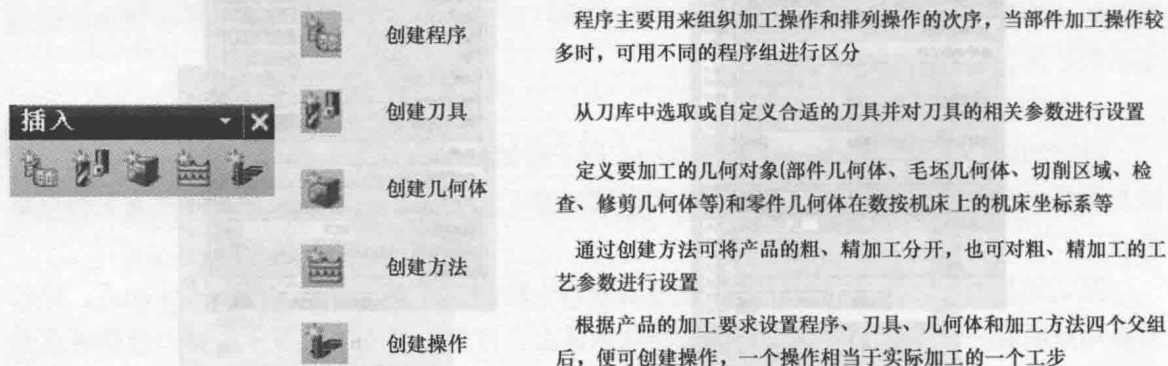

图 1-6 创建加工工具条
(2) 创建加工工具条 如图 1-6 所示为创建加工工具条及其常用功能按钮的说明。